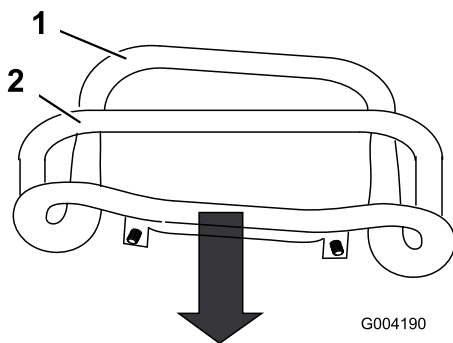

Bild 48
3. Ziehen Sie den Fahrtrieb zurück, sodass die Vorderseite des Fahrtriebs den Anschlagbügel berührt (Bild 48).